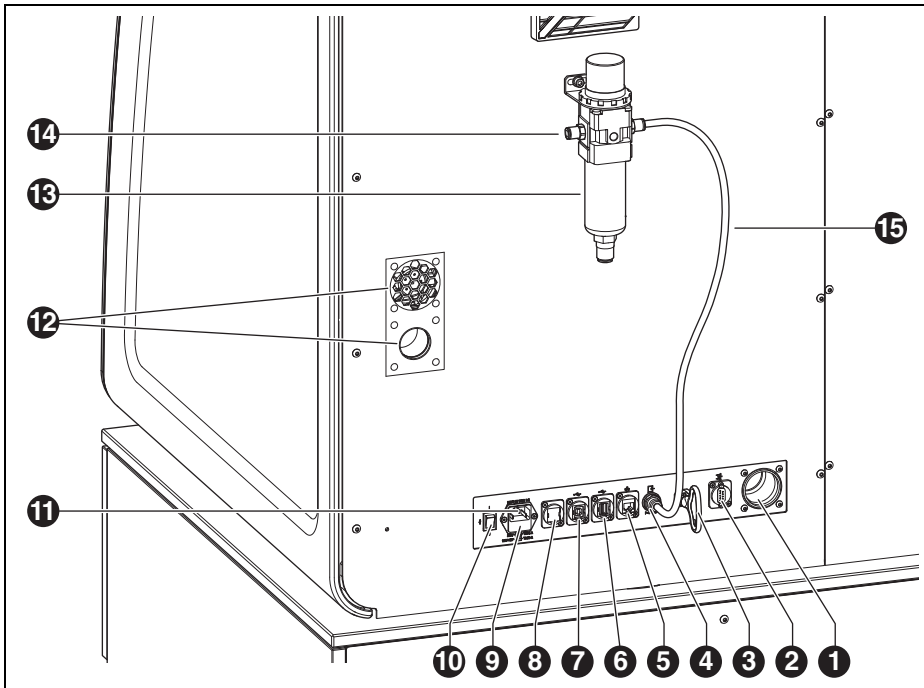
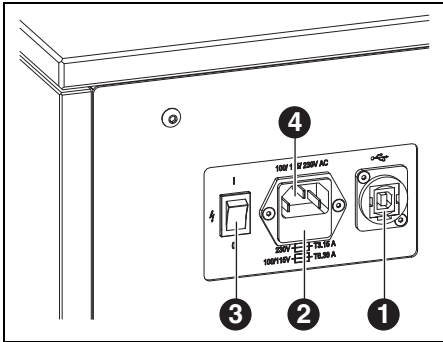

Fig. 5 Vue d'ensemble du côté arrière du système de fraisage
Fig. 6 Vue d'ensemble des raccordements Ceramill Cleanstream
- ▷ Sortir les tiroirs à l'arrière de Ceramill Matik et Ceramill Cleanstream au-dessous des prises de courant (voir figure 5 [9] et figure 6 [2]).